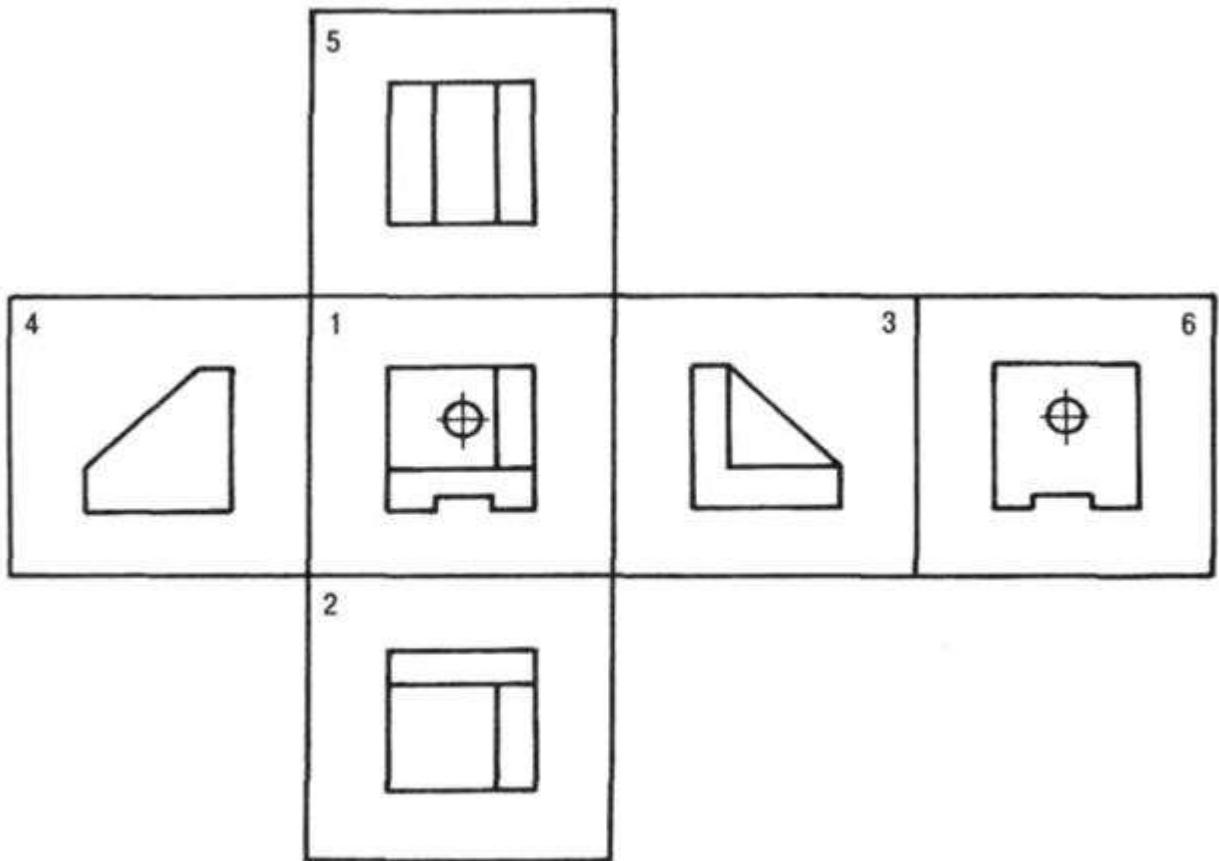

Рисунок 8. Основные виды на плоскости чертежа
В тех случаях, когда часть объекта изображается на основных видах с искажениями, применяют дополнительные виды. Дополнительный вид обозначают буквой, а направление взгляда — стрелкой (рис. 8), если дополнительный вид находится в непосредственной проекционной связи с изображением, то обозначения не делают. Дополнительные виды допускается поворачивать.
– горизонтальные — секущая плоскость параллельна горизонтальной плоскости (рис. 8).
– вертикальные — секущая плоскость параллельна фронтальной плоскости (фронтальный или продольный разрез), секущая плоскость параллельна профильной плоскости (профильный или поперечный разрез) — рис. 8);
– наклонные — секущая плоскость не параллельна ни одной из плоскостей проекций. Наклонные разрезы можно размещать в направлении проецирования или изображать с поворотом (рис. 8, д).